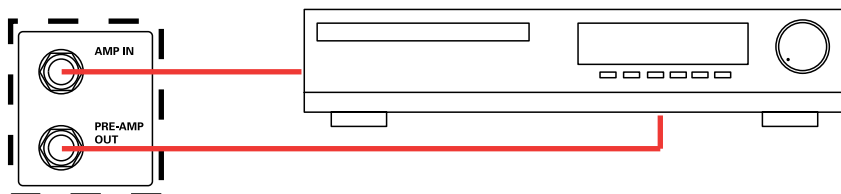

Fig.5
Attraverso la presa jack 6,3 mm AMP IN e AMP OUT (13) si rende possibile l'inserimento di un dispositivo audio con possibilità di registrazione (fig.5).
It's possible to connect other audio equipment with possibility of recording through 6,3 mm Jack plug (13) AMP IN and AMP OUT (fig.5).